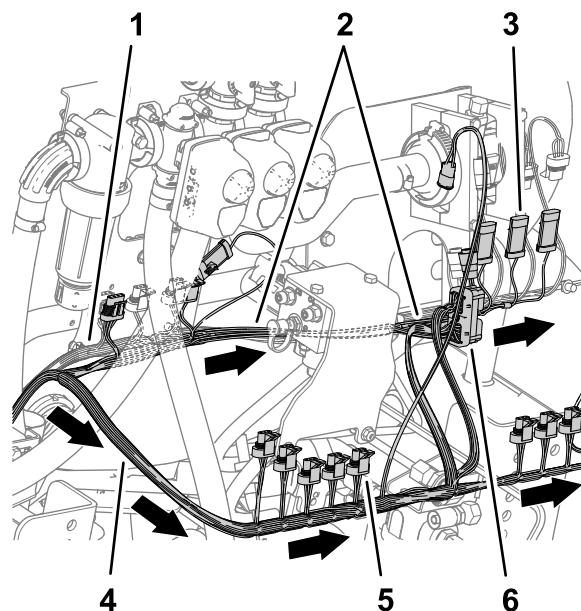

Figura 85
- En la parte trasera de la máquina, enrute la rama de 89 cm (35") del arnés de cables hacia adelante, por delante del distribuidor de elevación, y a la derecha del caudalímetro, como se muestra en la Figura 85.
- Enrute la rama de 102 cm (40") del arnés de cables por detrás del distribuidor de elevación y hacia la derecha, como se muestra en la Figura 85.